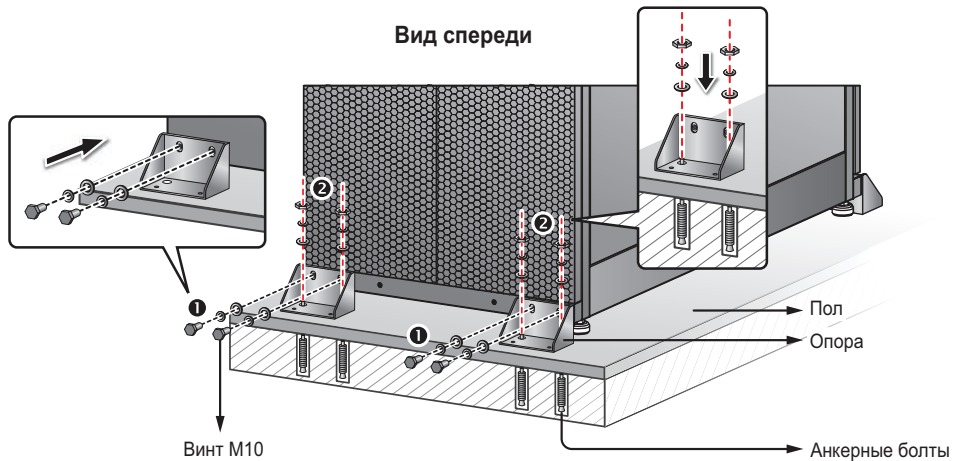

Рис. 5-3. Установка опор сзади
- 4) Торцевым ключом на 16 мм отверните 4 винта М10 **1** и снимите с поддона две опоры, фиксировавшие ИБП при транспортировке. Прикрепите две опоры этими винтами к ИБП спереди. Для фиксации ИБП прикрепите опоры к полу анкерными болтами **2** с гайками. Анкерные болты приобретаются отдельно. См. **Рис. 5-3**.